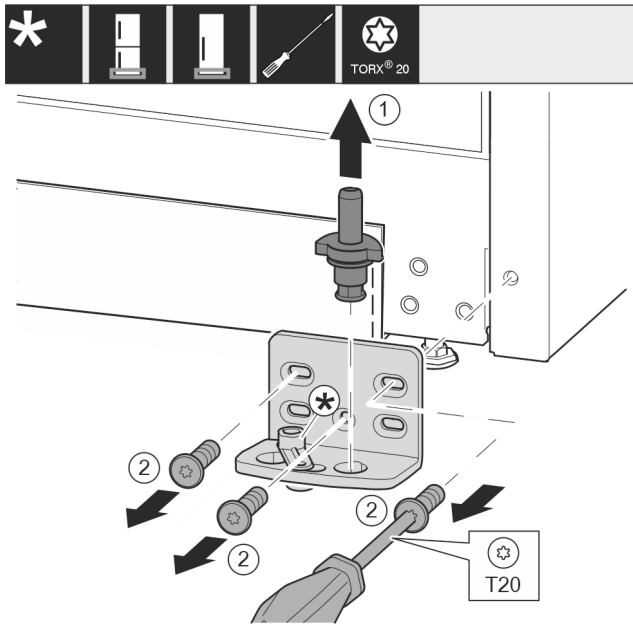

Fig. 27
- ▶ Lagerbolzen Fig. 27 (1) komplett nach oben herausziehen.
- ▶ Schrauben Fig. 27 (2) mit Schraubendreher herausdrehen und Lagerbock abnehmen.